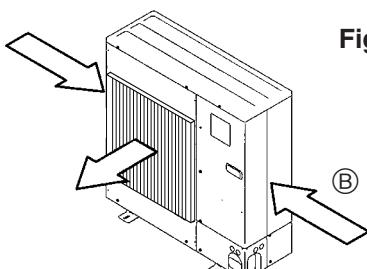

Fig. 2-5
- ③ Cihazın konumunu, mümkünse, hava çıkışından gelen havanın, mevsimsel rüzgarlarının yönüne dik gelmesini sağlayacak şekilde seçin. (Fig. 2-5)
- ④ Rüzgarın yönü